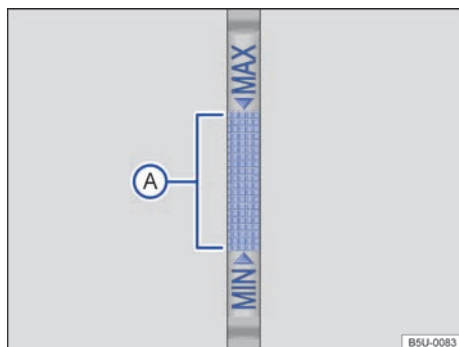

Fig. 133 Varilla de medición del aceite con marca de nivel del aceite del motor.
7. Retirar nuevamente la varilla de medición del aceite y leer el nivel del aceite del motor en la varilla de medición ⇒ fig. 133 de la siguiente manera:
12. Verificar nuevamente el nivel del aceite del motor en la varilla de medición antes de recargar una pequeña cantidad de aceite del motor. Nunca recargar con aceite del motor en exceso ⇒ ①.
13. Al final de la operación de recarga del combustible, el nivel del aceite debe estar, por lo menos, en el medio del nivel ⇒ fig. 133 (A), aunque jamás por encima del nivel "MAX" ⇒ ①.
✿ El nivel del aceite no debe traspasar el nivel "MAX" de la región (A) ⇒ fig. 133. Con el nivel superior a esta región, el aceite puede ser aspirado por la ventilación del cárter, siendo lanzada en la atmósfera por el sistema de escape. Además, el aceite puede quemarse en el interior del catalizador, dañándolo.
En caso de alta demanda del motor, el nivel del aceite del motor debe estar lo más próximo posible de la región "MAX" ⇒ fig. 133 – sin sobrepasarse, como por ejemplo, en viajes largos en rutas durante el verano, conduciendo con remolque o durante travesías de montañas.